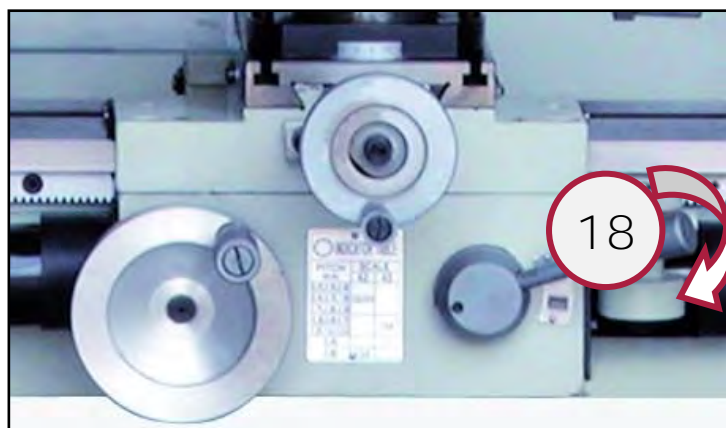

Figura 20 – Leva degli avanzamenti.
4. Abbassare **la leva di selezione dell'avanzamento automatico** (rif. 18 in Figura 20) per ingranare lo spostamento del carrello per le operazioni di filettatura.